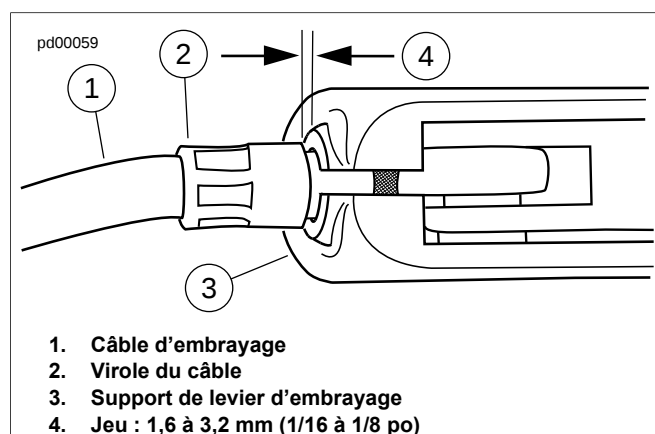

Figure 1-22. Jeu du câble d'embrayage
- b. Voir Figure 1-22. Retirer la virole du câble d'embrayage (2) du support du levier d'embrayage (3) pour vérifier le jeu. Tourner le régleur de câble afin d'obtenir un jeu de 1,6 à 3,2 mm (1/16 à 1/8 po) entre l'extrémité de la virole du câble et le support du levier d'embrayage.